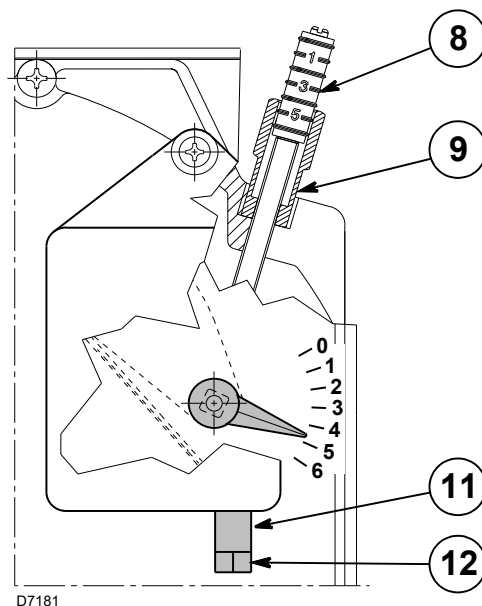

Fig. 15
O primeiro arranque deve sempre ser realizado agindo-se no parafuso 12)(Fig. 15), de modo que o índice da posição da comporta de ar de 1° estágio seja superior à marca 1 (calibragem de fábrica da marca 1).
- Afrouxe a porca 9) e opere no parafuso 8)(Fig. 15) para regular o caudal de ar de 2° estágio (consulte os valores de CO₂ apresentados na Tab. T).
- Regule o 1° estágio operando no parafuso 12) após ter afrouxado (sentido horário) a porca 11)(Fig. 15), consultando a tabela abaixo para obter os valores de CO₂.
- Uma vez alcançada a regulação ideal, bloqueie (sentido anti-horário) a porca 11)(Fig. 15). Na parada do queimador, a comporta de ar, por efeito do seu peso, fecha-se automaticamente, até uma depressão máxima na chaminé de 0,5 mbar.